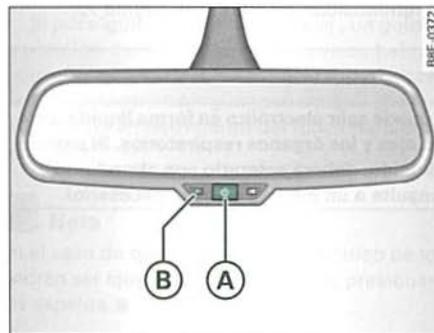

Fig. 83 Retrovisor interior con ajuste para posición antideslumbrante: Testigo de control e interruptor
- Pulse la tecla **(A)** ⇒ *página 87*, fig. 83. El testigo de control **(B)** se apaga.
- Pulse la tecla **(A)** ⇒ *página 87*, fig. 83. El testigo de control **(B)** se enciende.